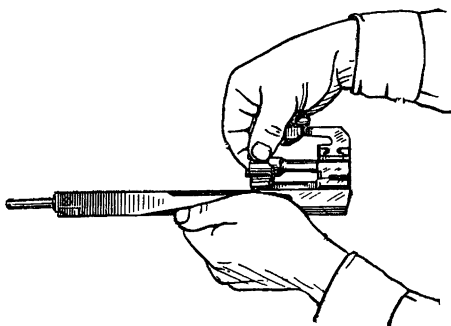

Рис. 8. Отделение затвора от затворной рамы
7) **отделить затвор от затворной рамы.** Взять затворную раму в левую руку затвором кверху; правой рукой (рис. 8) отвести затвор назад и повернуть его вправо так, чтобы его ведущий выступ вышел из фигурного выреза затворной рамы;